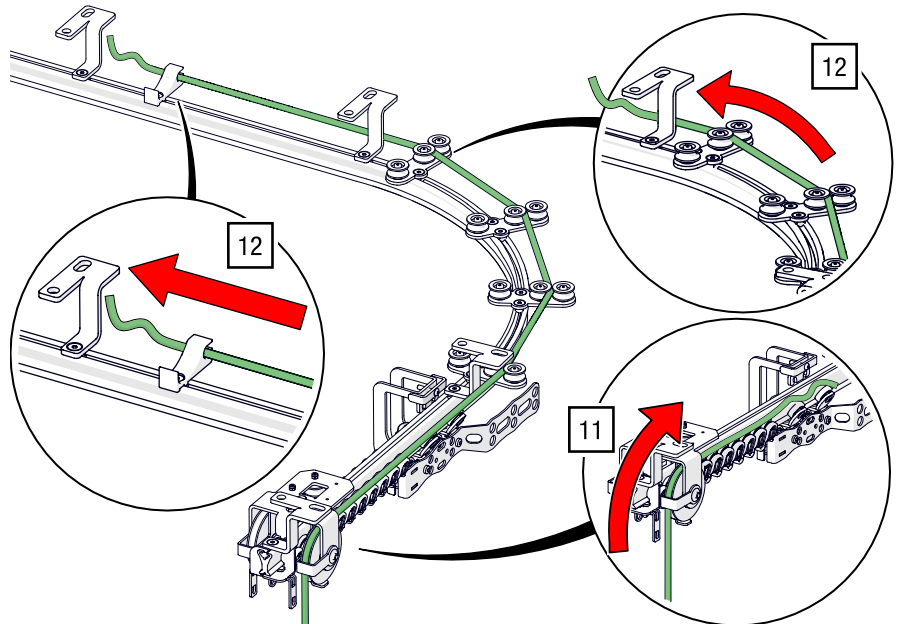

Abb. 77: Obenliegende Seilführung – Seil durch Ableitrolle und Seilführung führen
11. Fädeln Sie das Seil durch die Ableitrolle nach oben (siehe Abb. 77).
12. Führen Sie das Seil am ersten Zugwagen vorbei durch die Seilführungen für gebogenen Schienenverlauf und durch die gerade Seilführung (siehe Abb. 77).